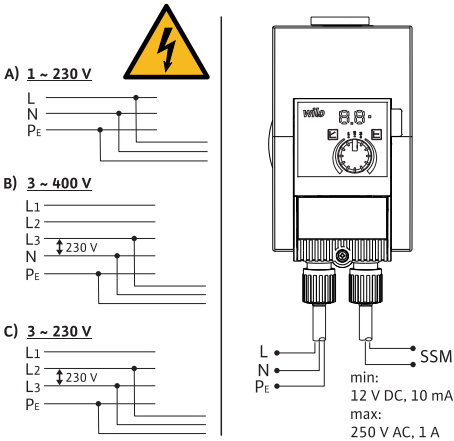

Fig. 3: Mogućnosti priključivanja
- Priključite na niskonaponske mreže od 230 V. Prilikom priključivanja na IT mreže (oblik mreže Isolé Terre) obavezno osigurajte da napon između faza (L1-L2, L2-L3, L3-L1 → Fig. 3) ne prelazi 230 V. U slučaju pogreške (zemljospoj) napon između faza i PE ne smije prelaziti 230 V.